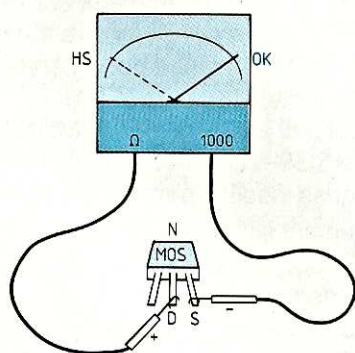
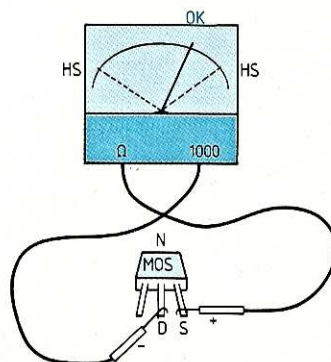

Fig. 4 : Contrôle conduction ou blocage du canal.
Fig. 5 : Test diode inverse.
C) Inversez alors vos sondes pour charger l'espace Gate/Source en direct, à la tension de la pile de l'ohmmètre (fig. 3) puis, sitôt l'aiguille retombée (OK), passez votre + de Gate en Drain (Fig. 4), le N-MOS doit conduire à fond si la pile dépasse 3 V. Sinon il est coupé (HS) ce qui est rarissime, ou plutôt, vous avez posé le doigt sur la Gate en annulant sa charge. Refaites alors 2, 3 et 4 dans l'ordre.
D) Déchargez ensuite la Gate comme en figure 2, puis, sans la toucher du doigt toujours, refaites vite le test de la figure 4 où cette fois-ci, aucune conduction Drain/Source ne doit être possible (OK), sinon, la moindre déviation franche et persistante indique un claquage (HS) allant jusqu'à la fusion D/S en général.
E) Croisez enfin les sondes en passant de figure 4 à figure 5 pour vérifier que la diode technologique inverse Source/Drain, conduit comme une diode et non à fond (HS) ou pas du tout, ce qui est rarissime (désintégration).